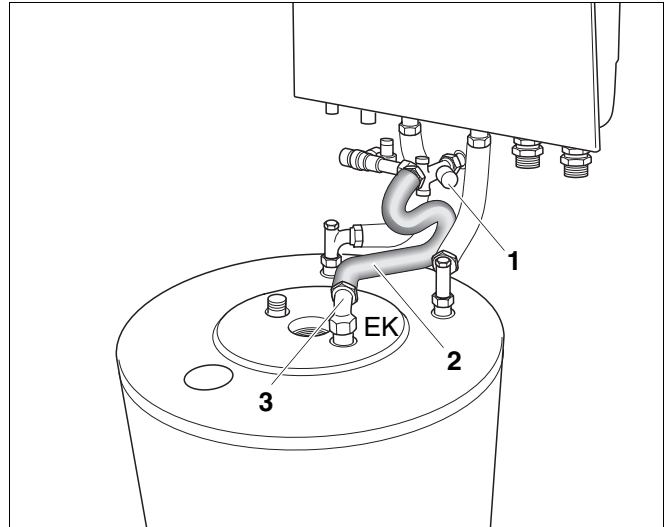
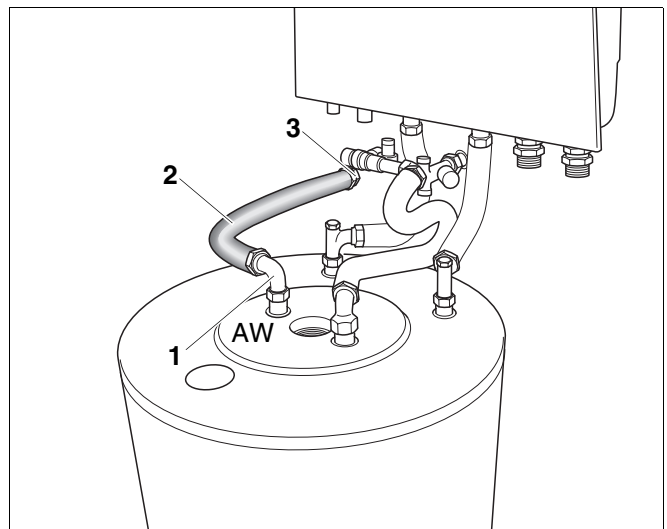

Abb. 27 Kaltwasser-Anschlussrohr montieren
Abb. 28 Warmwasser-Anschlussrohr montieren
- Anschlusswinkel (Abb. 27, **Pos. 3**) am Speicheranschluss (EK) eindichten.
- Anschlusswinkel (Abb. 27, **Pos. 3**) ca. 45° nach links ausrichten (siehe Abb. 27).
- Vorgebogenen Kaltwasser-Wellschlauch (Abb. 27, **Pos. 2**) mit Dichtungen zwischen die Sicherheitsgruppe (Abb. 27, **Pos. 1**) und den Anschlusswinkel (Abb. 27, **Pos. 3**) am Speicher (EK) einschrauben.
- Anschlusswinkel (Abb. 28, **Pos. 1**) am Speicheranschluss (AW) eindichten.
- Anschlusswinkel (Abb. 28, **Pos. 1**) ca. 90° nach links ausrichten (siehe Abb. 27).
- Reduzierdoppelnippel (Abb. 28, **Pos. 3**) am Wandanschluss eindichten.
- Warmwasser-Wellschlauch (Abb. 28, **Pos. 2**) mit Dichtung zwischen den Reduzierdoppelnippel und den Anschlusswinkel (Abb. 28, **Pos. 1**) an Speicher (AW) einschrauben.